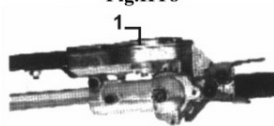

Fig.HT9
2. En suivant l'étape 4.2.1, pivoter la lame jusqu'à ce qu'elle soit parallèle au tube. Toujours s'assurer que le verrou est enclenché après chaque réglage. (Fig.HT9)